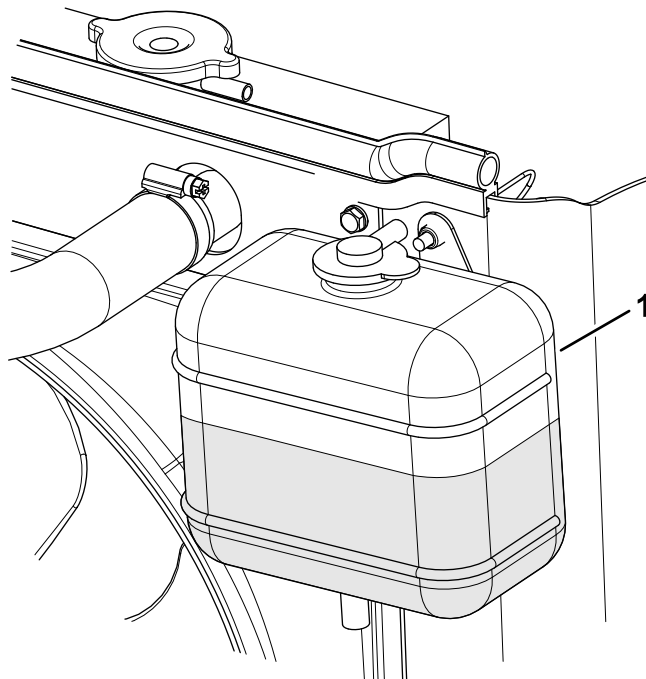

Figura 78
3. Verificați nivelul lichidului de răcire în rezervorul de expansiune (Figura 78).